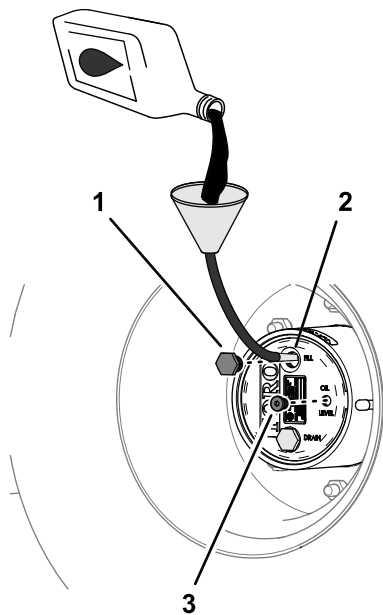

Bild 98
4. Wenn der Ölstand niedrig ist, entfernen Sie die Füllschraube und füllen Sie Öl der angegebenen Sorte ein, bis es aus dem Loch der Prüfschraube ausläuft (Bild 98), siehe Schmiermittelspezifikation für Planetengetriebe \(Seite 74\).
6. Setzen Sie die Füllschraube und die Prüfschraube ein (**Bild 98**).
1. Füllen Sie langsam das angegebene Getriebeöl in die Füllöffnung ein, siehe Bild 98 in Prüfen des Ölstands im Planetengetriebe \(Seite 74\).
3. Setzen Sie die Füllschraube und die Ölstandsschraube ein, siehe Bild 98 in Prüfen des Ölstands im Planetengetriebe \(Seite 74\).